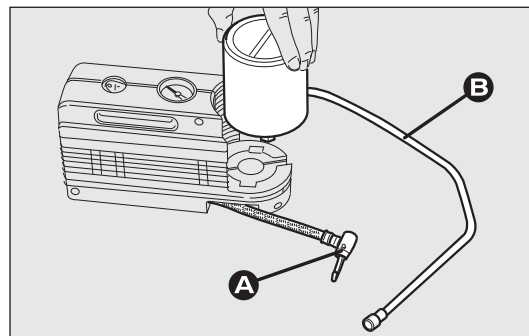

рис. 138
- отсоедините муфту А – рис. 138;